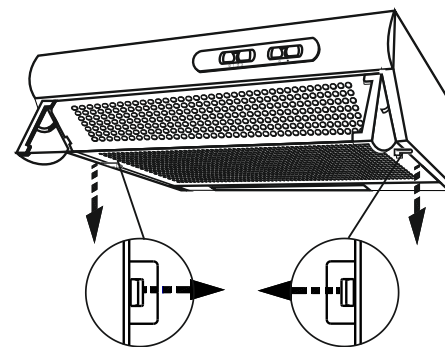

рис. 4
- откройте решетку сместив зажимы по направлению стрелок (рис. 4);
- снимите решетку с фильтром (рис. 4);
- откройте решетку (рис.4);